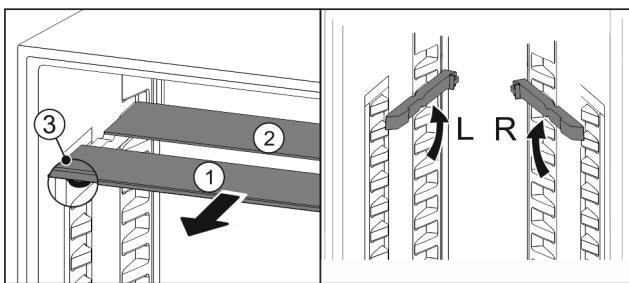

Fig. 117
- ▶ По одной извлеките *Fig. 117 (1)* стеклянные панели движением вперед.
- ▷ Стеклянная панель *Fig. 117 (1)* с декоративной планкой лежит спереди.
- ▷ Стопоры *Fig. 117 (3)* показывают вниз.